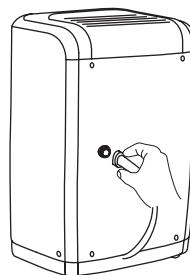

fig. 2
2. Coloque a extremidade fêmea rosada da mangueira no conector de escoamento do aparelho (fig. 2).